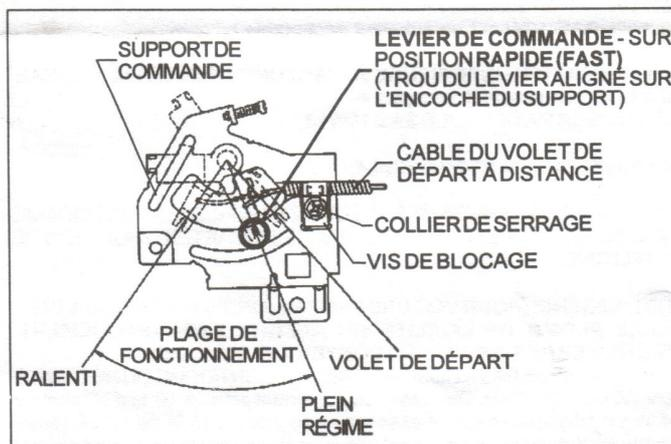

FIGURE 2B
- A. Mettre la commande de la machine ou le levier de commande du moteur (Figure 2B) sur « VOLET DE DÉPART » ou « DÉMARRAGE ».
COMMANDES DU MOTEUR (Figure 2B) :